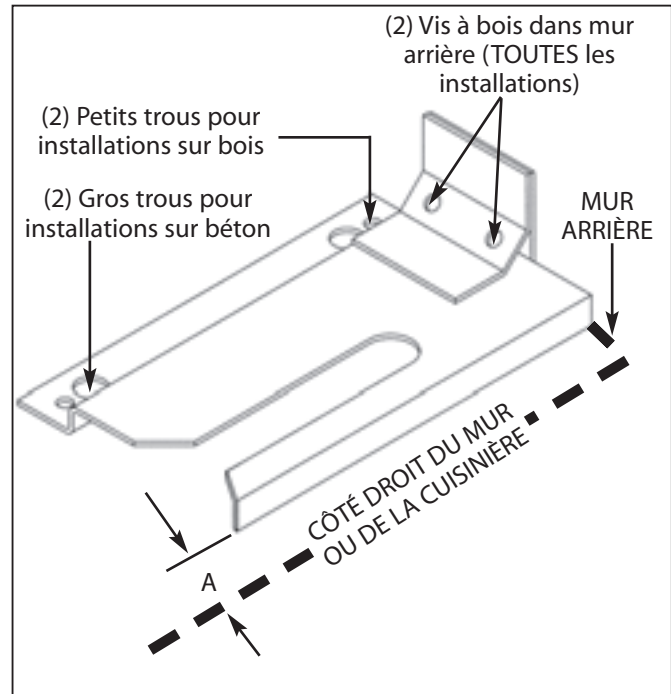

Fig. 7
Placez la console contre le mur arrière, dans le coin arrière droit où la cuisinière doit être placée. Laissez un espace entre le mur (ou le côté de la cuisinière) et la console (reportez-vous à la fig. 7). Percez deux (2) avant-trous de 1/8 po de diamètre au centre des petits trous. Vous pouvez utiliser un clou ou une alène si une perceuse n'est pas disponible. Fixez bien la console au sol et au mur.